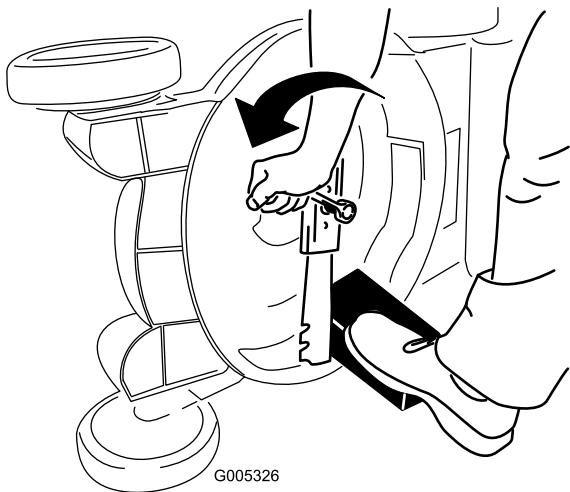

Bild 46
3. Stabilisieren Sie das Messer mit einem Holzblock (Bild 46).